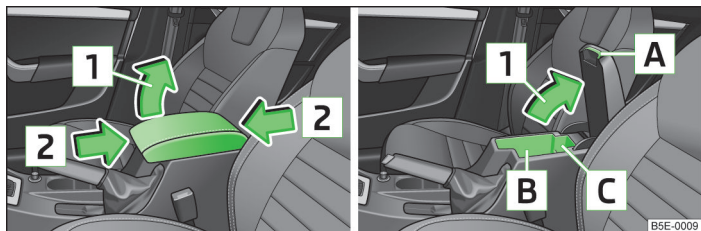

Fig. 74 Cotiera: Compartimentul de depozitare
- Trageți capacul cotierei de mânerul **A** în sensul săgeții **1** » fig. 74 și deschideți-l.
- Rabatați capacul mai întâi până jos și apoi ridicați-l în sensul săgeții **1** » fig. 74 într-una din cele 4 poziții de fixare.
- Deplasați capacul în sensul săgeții **2** » fig. 74 în poziția dorită.
Zona **B** » fig. 74 a compartimentului de depozitare este prevăzută pentru depozitarea de obiecte cu o mărime de max. 98 mm x 104 mm x 142 mm.